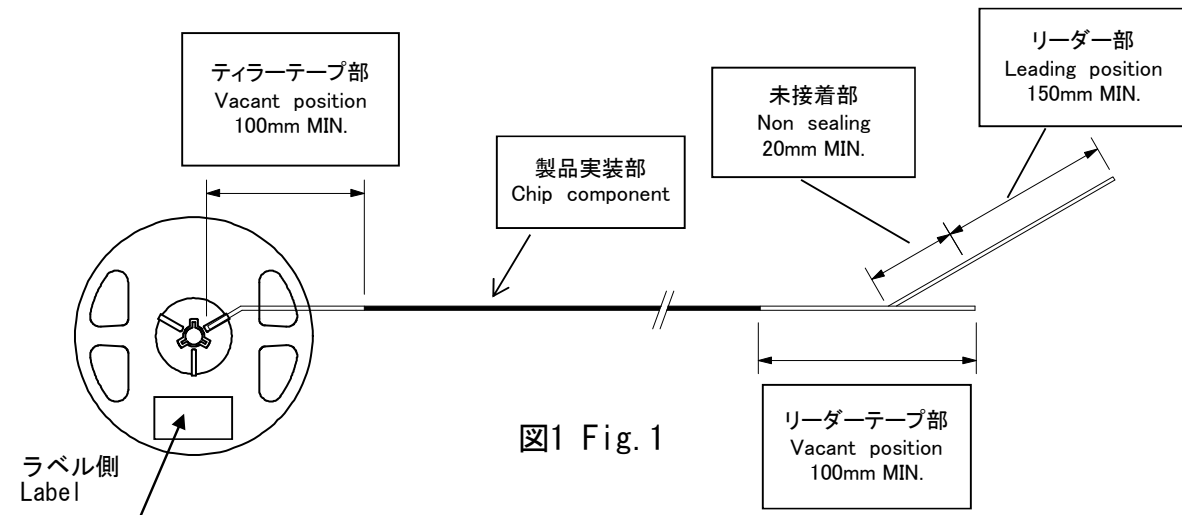

図1 Fig. 1
6.4. テーピングの巻き状態 Taping method 図1 に依る。 Fig.1